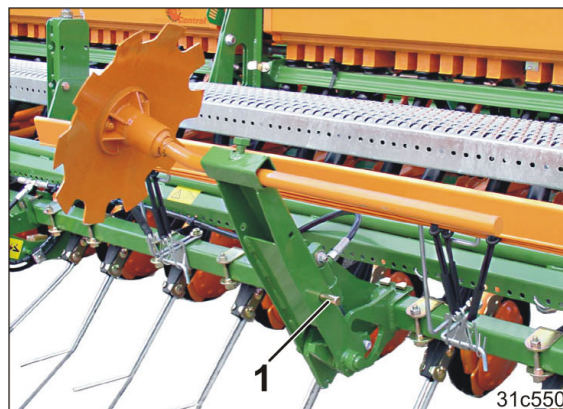

Fig. 211
1. Hold sporskiveholderen fast, fjern bolten (Fig. 211/1), og drej sporskiveholderen nedad. Bolten er sikret med en fjedersplit.